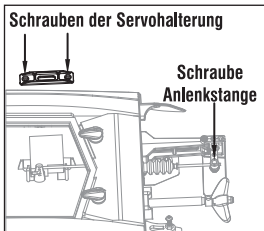

Bild 16
1. Öffnen Sie die Schraube an der Anlenkstange hinten, lösen Sie die Servohalterung und nehmen Sie das Servo heraus (Bild 16).